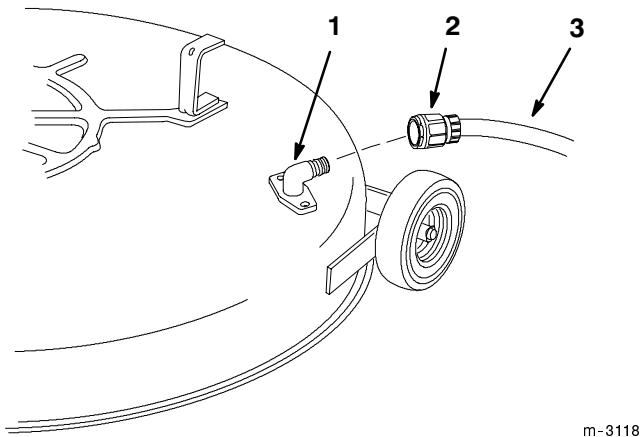

Bild 43
2. Drehen Sie eine Schlauchkupplung auf die Kupplung am Schneidwerk-Spülanschluss und drehen das Wasser mit starkem Druck auf (Bild 43).